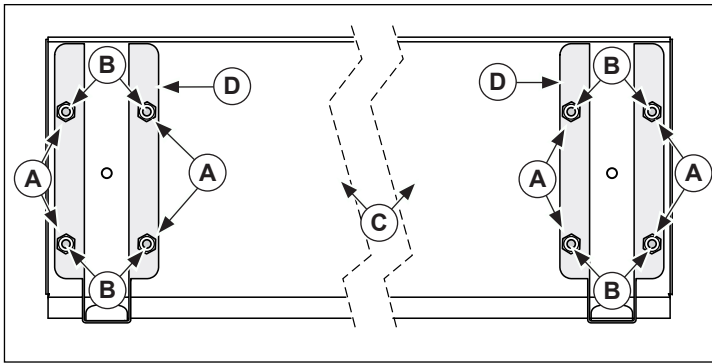

Figura 5. Instalación de la tabla para cortar y los soportes
1. Gire la superficie de la tabla para cortar (C) de modo que las tuercas de soldadura (B) queden expuestas. Consulte la Figura 5.